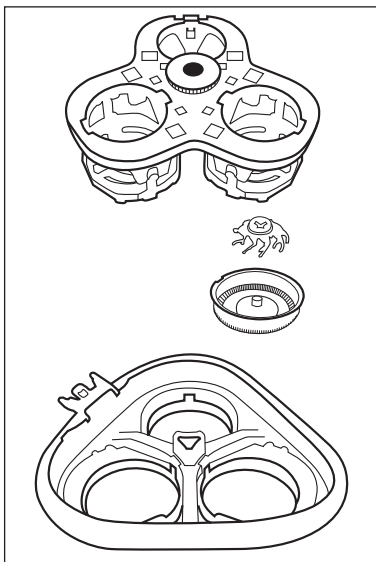

Figura 1
- 1) premere sul tasto di sbloccaggio ④. L'unità di taglio ② si apre.
- 2) Forzare leggermente l'unità di taglio ② in modo che questa possa fuoriuscire verso l'alto.
- 3) Premere la corona dentata nera leggermente verso il basso e ruotarla con attenzione in senso antiorario fino a quando il supporto delle testine di taglio non si lascia sollevare (vedere Figura 1).
- 5) Riassemblare l'unità di taglio ②. A tal fine servirsi della figura 1:
- disporre le 3 testine di taglio nelle rientranze dell'unità di taglio ②. Verificare che le tacche sul bordo delle testine di taglio si trovino sui blocchi presenti nell'apertura.